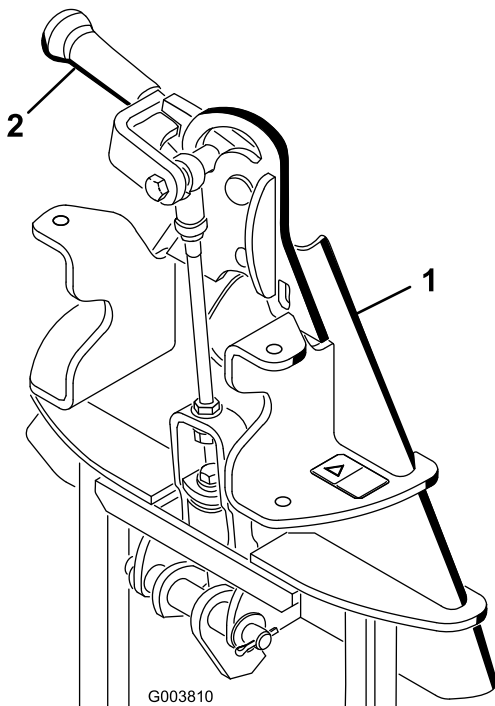

Figure 4
**Remarque:** Vérifiez que le levier de verrouillage (Figure 4) est pivoté à gauche (position déverrouillée), vu de l'arrière de la machine.